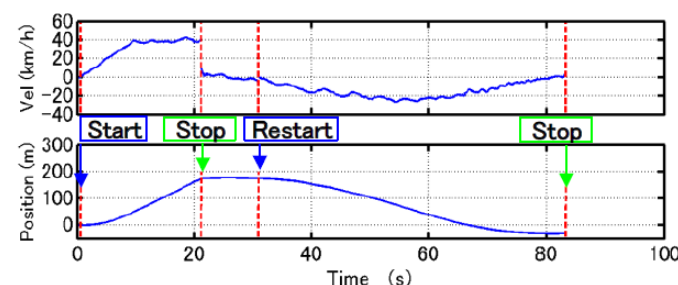

図3 昇降トライアル(200 m)時の速度と位置の解析結果
- 200 m走行時：上昇22秒、最高地点で停止9秒、下降54秒、合計85秒の昇降を実現(図3)。